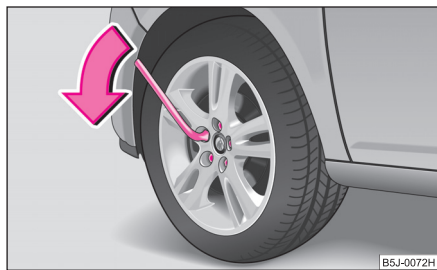

Fig. 185 Înlocuirea roții:
- Prindeți cu mâna capătul cheii și rotiți șurubul cca. **o** rotație spre stânga ⇒ fig. 185.